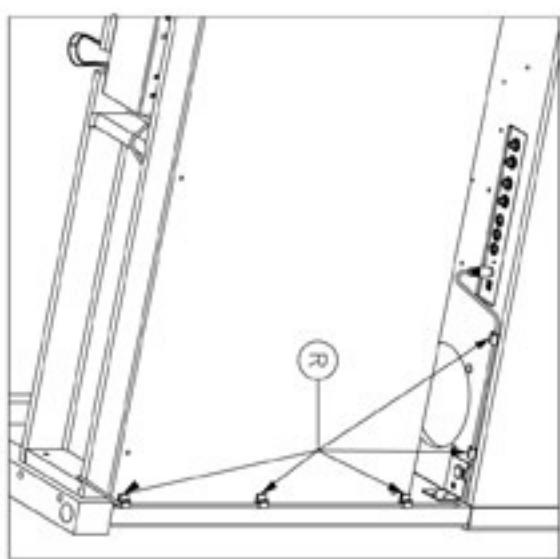

Fig. 4
- 10)** Fixez les 5 passe-fil (R) dont 3 sur le panneau postérieur (D) et 2 sur le fond de la caisse (A) comme indiqué sur la Fig. 4
- 11)** Introduisez la fiche DIN du câble pédales dans la prise sur le groupe I/O de la caisse (A) et fixez le câble à l'intérieur du passe-fil (R) comme indiqué sur la Fig. 4
- 12)** Positionnez le piano à l'endroit défini et réglez le pied (G) du groupe pédales